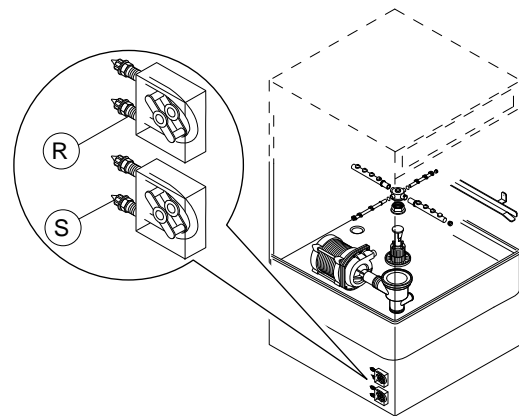

Fig. 1 Présentation des doseurs automatiques
1. Lave-vaisselle avec doseur de détergent liquide incorporé (Fig. 1)
2. Lave-vaisselle équipés d'une pompe de dosage péristaltique de produit de rinçage incorporée (Fig. 1)